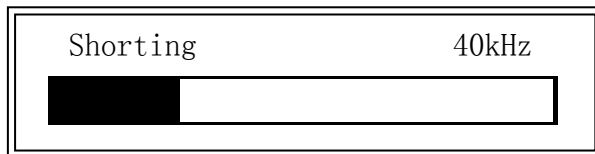

图 4-8
- **ShSWP** 按下软键，将进行扫频短路清零，并显示如图 4-8 所示的清零进程框。在清零过程中，**ESC** 软键可用，用来中止扫频短路清零，仪器存储的依然是以前的短路清零数据。